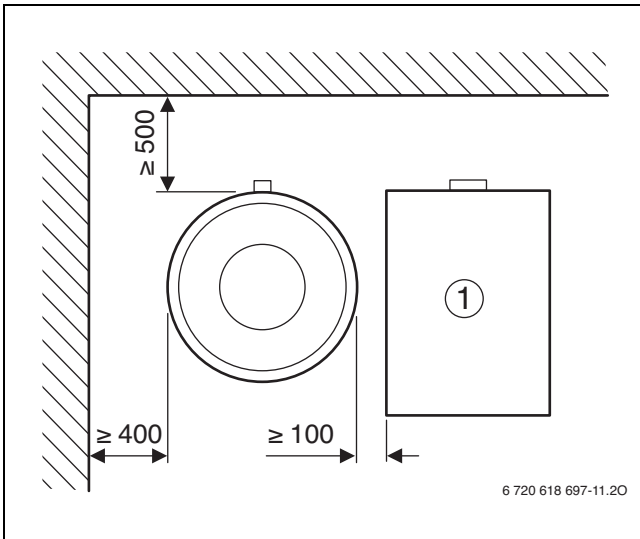

Bild 4 Mindest-Wandabstandsmaße (in mm)
(→ Tab. 2, Seite 6 und Bild 4, Seite 8).
- ▶ Querschnitt der Abblaseleitung so auslegen, dass er mindestens dem Austrittsquerschnitt des Sicherheitsventils entspricht (→ Bild 4, Seite 9).